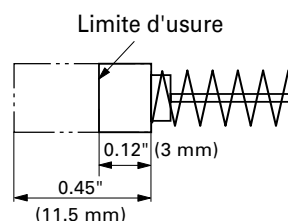

Fig. 18
- Contrôle des balais en carbone (Fig. 18)